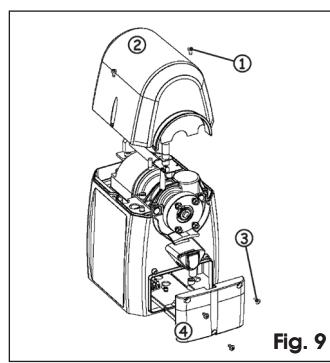

Fig. 9
- Dévisser les deux vis de fixation du carter supérieur, Fig. 9 réf. ①, et démonter le carter, Fig. 9 réf. ②.
- Dévisser les trois vis, Fig. 9 réf. ③, de fermeture du couvercle de la platine, Fig. 9 réf. ④.